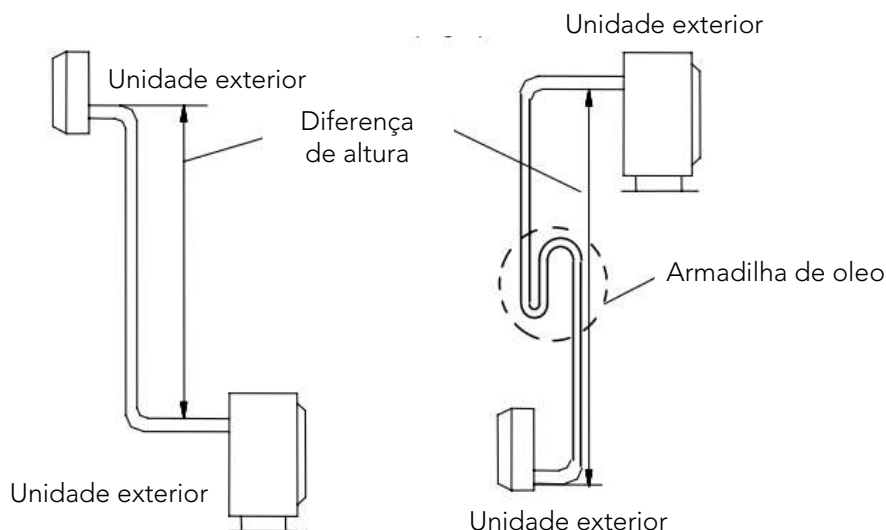

Fig 3
- Se a posição de instalação da unidade exterior for superior à da unidade interior e o comprimento do tubo for superior a 10 m, adicione um coletor de óleo no tubo de gás a cada 8 m (Fig. 3)